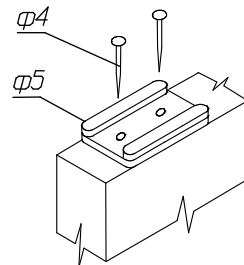

Рис.4 Схема установки поягятника.
- на стенки вертикальные (1,11,24) закрепите поягятники (ф5,ф4), рис.4.
- в торцы вертик. стенки (25) установите шканты ф16, используя клей
- к вертик. стенкам (11) прикрепите штангодержатель (ф18) шурупами 4x16 (ф9) ,